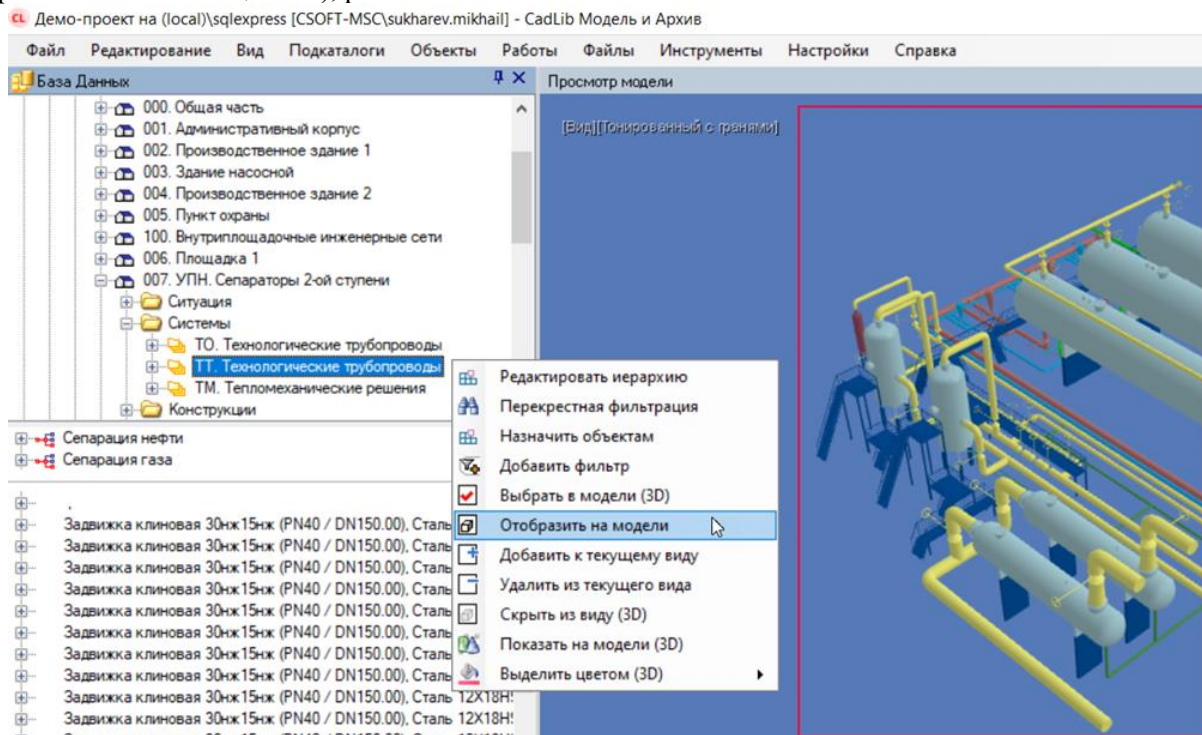

Рисунок 23 – Экспорт отображенных данных моделей
- Экспорт только объектов текущего вида – Экспортируются объекты отображенные в окне «Просмотр модели» (рис.23).